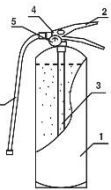

Рис. 1
4.1. Огнетушитель (рис. 1) состоит из корпуса 1, наполненного огнетушащим порошком. На горловине закреплено запорно-пусковое устройство 4 с индикатором давления 5. ЗПУ оснащено ручкой для переключения огнетушителя и ручкой для управления подачей порошка 2. Огнетушитель оснащен сифонной трубкой 3, гибким рукавом 6 (кроме ОП-1, ОП-2, ОП-3) и распылителем для получения факела распыла порошка. Огнетушитель оснащен чехол для предотвращения саморазбрызгивания.
На баллоне нанесена маркировка в одну, две или три строки. Допускается размещение наклейки (надписи) в центральной части цилиндрической поверхности, граничащей с верхней крышкой: по диаметру крышки, вдоль баллона по высоте, по диаметру цилиндрической части обечайки в нижней, средней или верхней частях обечайки (смотри рис.1). Содержащая следующую информацию: